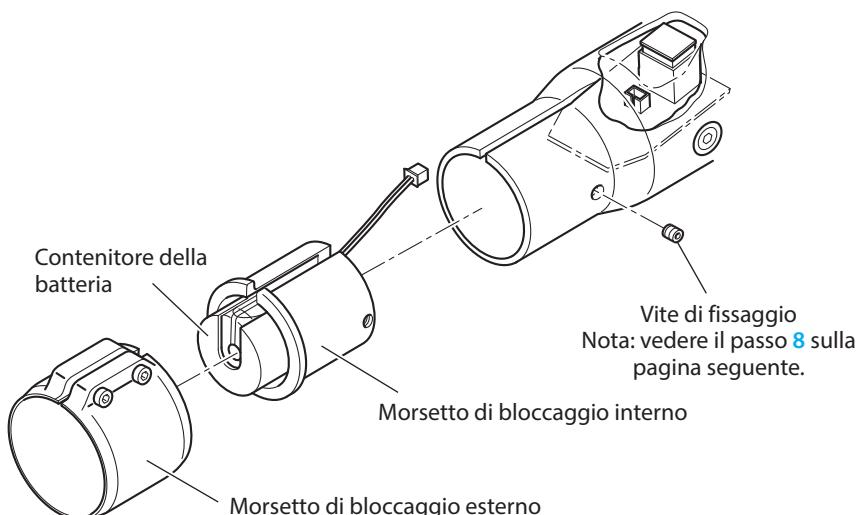

Figura 22 Rimozione dei morsetti di bloccaggio
- 3 Rimuovere il morsetto di bloccaggio esterno dal telaio, rimuovere la vite di fissaggio e togliere il morsetto di bloccaggio interno insieme al contenitore della batteria (Figura 22).
Nota: quando si installa il morsetto di bloccaggio interno, posizionare il connettore della batteria sulla superficie superiore della scheda a circuito come mostrato nella Figura 22.